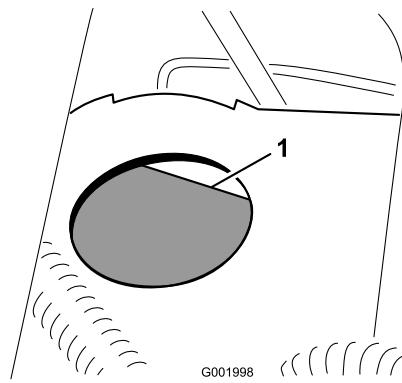

Figura 60
2. O nível do fluído deve estar ao nível da linha Full indicada no reservatório (Figura 60).